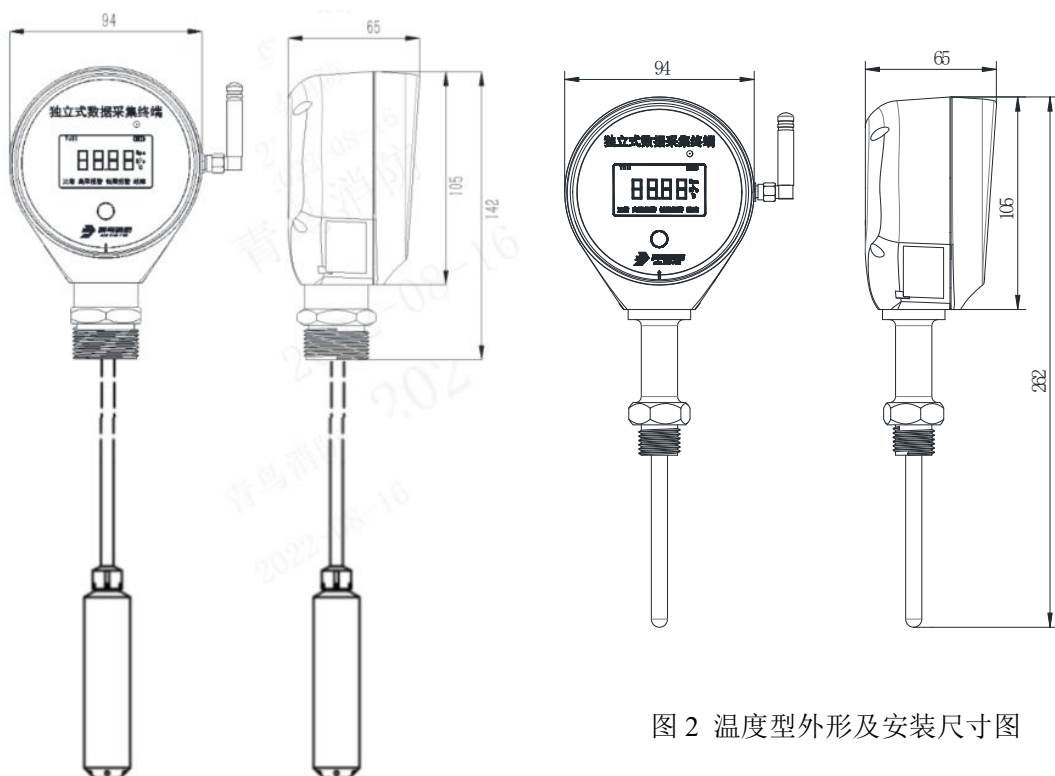
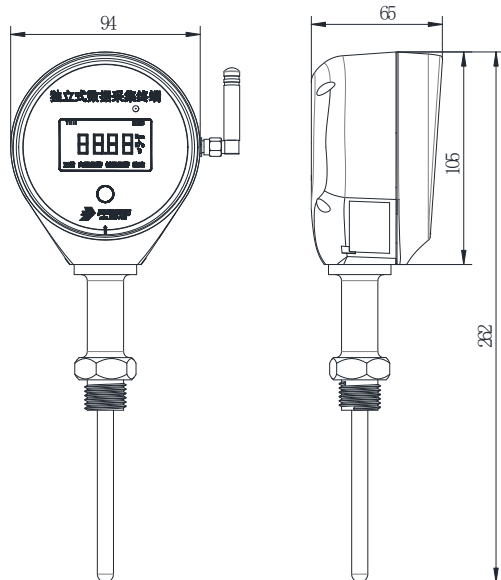
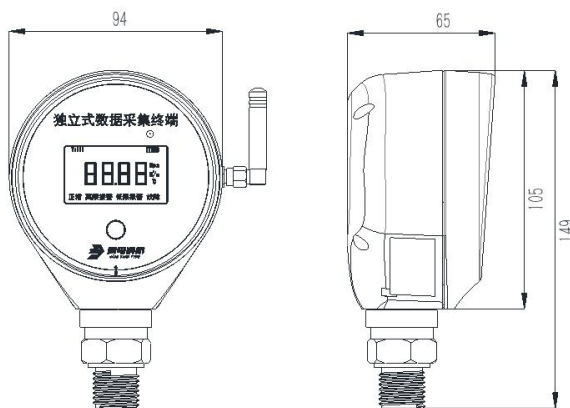

图 1 液位型外形及安装尺寸图
图 2 温度型外形及安装尺寸图
图 3 压力型外形及安装尺寸图
- 产品采用明装方式，外形尺寸见图 1、图 2、图 3。单位：mm